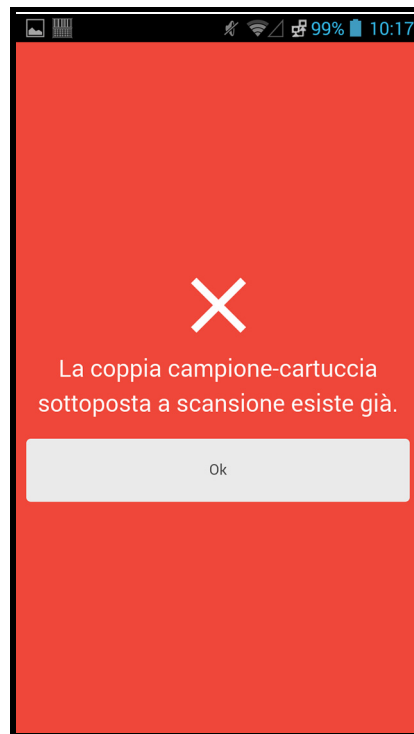

Figura 5-108. Schermata Cepheid Link indicante un errore della cartuccia sottoposta a scansione
- Se si deve effettuare la scansione di aliquote, comparirà la schermata Scansione aliquota (vedere la Figura 5-108).
6. **(Facoltativo)** Se il campione richiede la scansione di un'aliquota, comparirà la schermata Scansione aliquota (vedere la Figura 5-108).